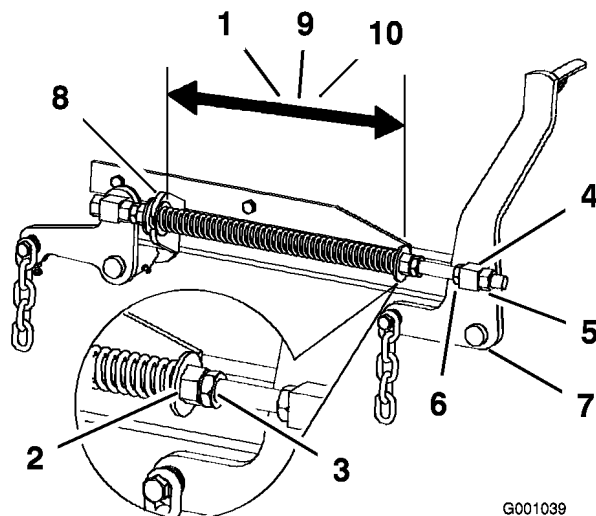

Figure 66
2. Vérifiez que les deux grandes rondelles sont espacées de 28,2 cm pour les plateaux de coupe de 52 pouces, et de 26,7 cm pour les plateaux de coupe de 60 pouces, ou de 29,2 cm pour les plateaux de coupe de 72 pouces (Figure 66).
3. Réglez cette distance en desserrant l'écrou de blocage du ressort et en tournant l'écrou devant chaque ressort (Figure 66). Tournez l'écrou dans le sens horaire pour raccourcir le ressort, et dans le sens inverse pour l'allonger.
4. Bloquez l'écrou en position en serrant l'écrou de blocage du ressort (Figure 66).